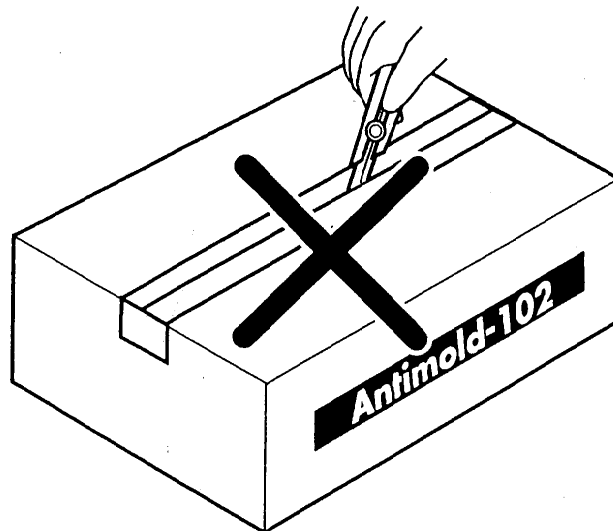

図5. 段ボール開封時カッター使用不可
**2-1** 段ボールを開封する際は、カッターなどの刃物を使用しないで下さい。アンチモールドの包材に傷が付き、エタノールが抜けてしまう恐れがあります（図5）。